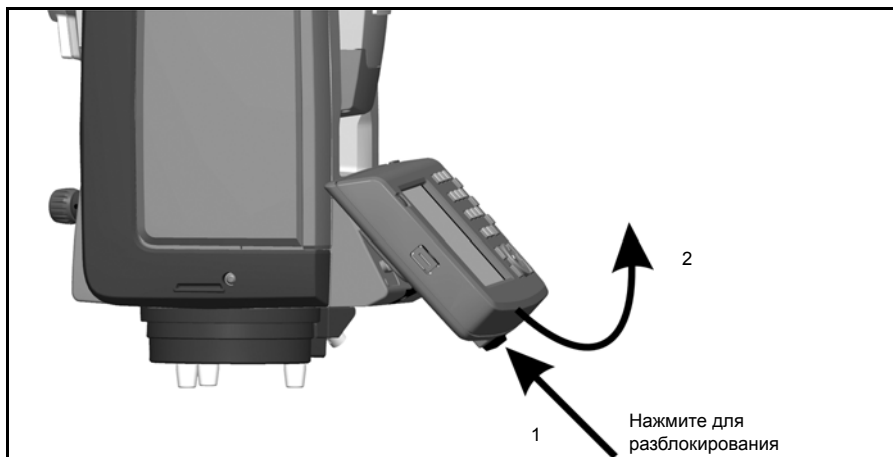

Рис. 4.39. Отсоединение контроллера Trimble CU
1. Нажмите кнопку блокировки в нижней части контроллера Trimble CU, Рис. 4.39 (1)
2. Снимите нижнюю часть контроллера Trimble CU с инструмента, Рис. 4.39 (2)